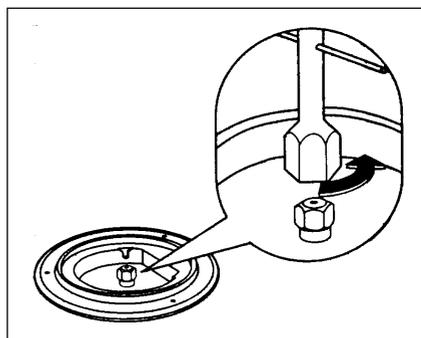

Fig. 2
- 3) Avec une clé de 7 dévissez les injecteurs (Fig. 2) et remplacez-les par ceux convenant au type de gaz utilisé (voir tableau 2).